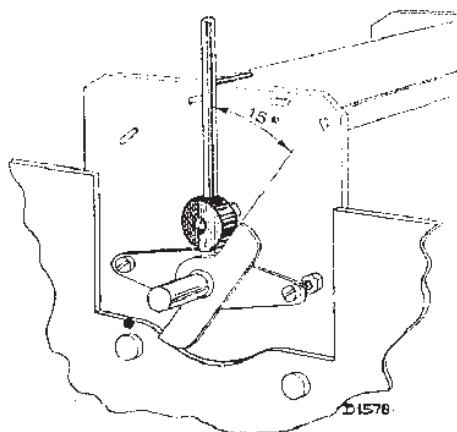

Fig. 6
2. 15° mal aanbrengen (fig. 6).